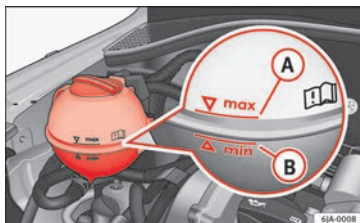

Fig. 112 Compartimento do motor: depósito do líquido de refrigeração.
Para abastecer, recomenda-se a utilização de líquido anticongelante cujo tipo está marcado na tampa do depósito do líquido de refrigeração » **Fig. 112.**
– Verifique o nível do líquido de refrigeração no depósito de expansão do líquido de refrigeração » **Fig. 112.** Com o motor frio, o nível de líquido de refrigeração deve estar entre as marcas **B** (mín.) e **A** (máx.). Com o motor quente, o nível pode ultrapassar também ligeiramente a marca **A** (máx.).
- Coloque um pano sobre a tampa do depósito de expansão do líquido de refrigeração » **Fig. 112** e desenrosque o tampão com cuidado.
Não encha o depósito do líquido de refrigeração acima da marca **A** (máx.) » **Fig. 112** O líquido de refrigeração excedente é expulso do sistema de refrigeração quando aquece, pela válvula de sobrepressão situada no tampão de encerramento do depósito de expansão do líquido de refrigeração.